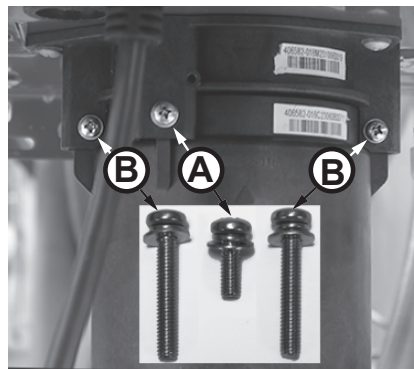

Figura 193 - Identifique los tornillos del cartucho
- 5 Ubique los tres (3) tornillos que fijan el cartucho X3®/de derivación como se muestra en la Figura 193. Retire el tornillo M4-12 mm (A) y los dos tornillos M4-25 mm (B) del cartucho. Deje los tornillos a un lado en un lugar seguro para volver a instalarlos.